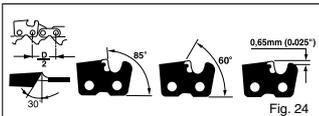
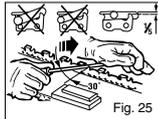

Fig. 24
Fig. 25
-3/8" Lav Profil X ,050". Slibning af kæden: Lyden af kæden (fig. 24) er.
Slib kæden med en rund fil 3/16 fil (4.8mm) Slib altid tænderne med en udad bevægelse (fig. 25) med opmærksomhed på de i fig. 24 givne værdier.